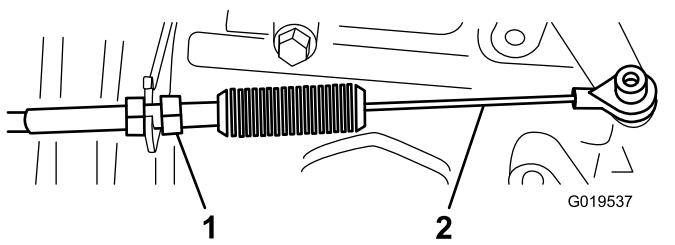
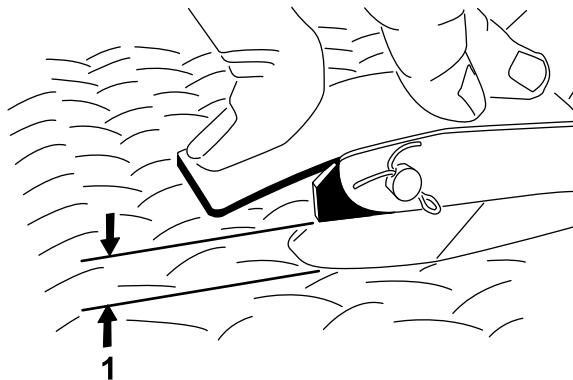

図 68
図 69
2. アクセルペダルの中央部を 11.3 kg の力で踏んだときに、ペダルと床のすきまが 2.546.35 mm となるようにアクセルケーブル図 68 のボールジョイントを調整する図 69。
3. ロックナットを締めつける図 68。